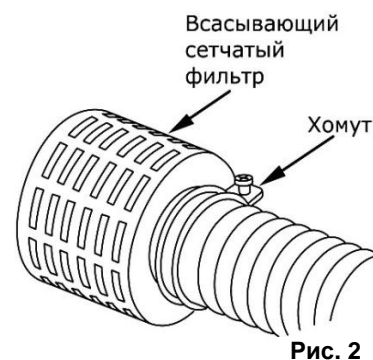

Рис. 2
- Подсоедините всасывающий сетчатый фильтр к заборному шлангу при помощи хомута (См. Рис. 2).